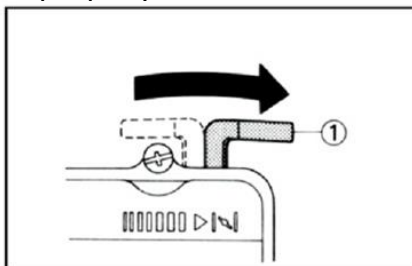

Рис. 9
- После пуска двигателя и его прогрева переведите воздушную заслонку в положение «OFF», смотри рисунок 9